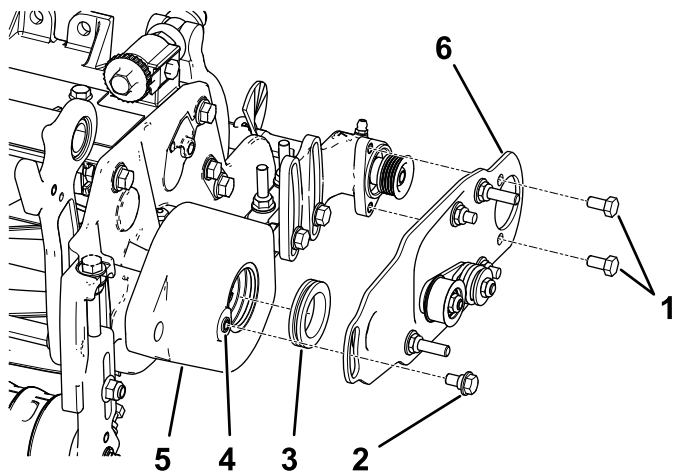

Bild 10
2. Schmieren Sie die Scheibe innen im Rollenbürstengehäuse mit Schmiermittel ein (Bild 10).
3. Montieren Sie die linke oder rechte Schwenkplatte der Rollenbürste (Bild 10).
Hinweis: Stellen Sie sicher, dass die Spannscheibe unten befestigt ist, wie in Bild 10 abgebildet.
4. Schmieren Sie die zwei Schrauben (5/16" x 1/2") mit Gewindesperrmittel ein und montieren Sie die Bürstenplatte am Lagergehäuse der Rollenbürste mit diesen Schrauben (Bild 10).
5. Entfernen Sie Lack mit einem 5/16-18-Bohrer vom Gewinde im Rollenbürstengehäuse, bevor Sie die Ansatzschraube einschrauben (Bild 10).
6. Schmieren Sie die Ansatzschraube mit Gewindesperrmittel ein (Bild 10).
7. Befestigen Sie die Bürstenplatte mit der Ansatzschraube am Rollenbürstengehäuse (Bild 10).